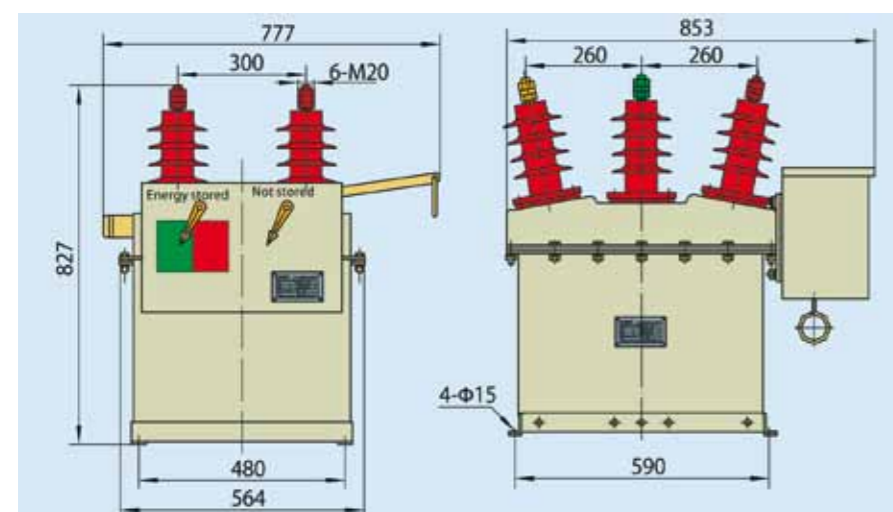

Рис. 6.1 Внешний вид и размеры выключателя ZW8-12
6.1 Выключатель ZW8-12 (см. рис. 6.1)